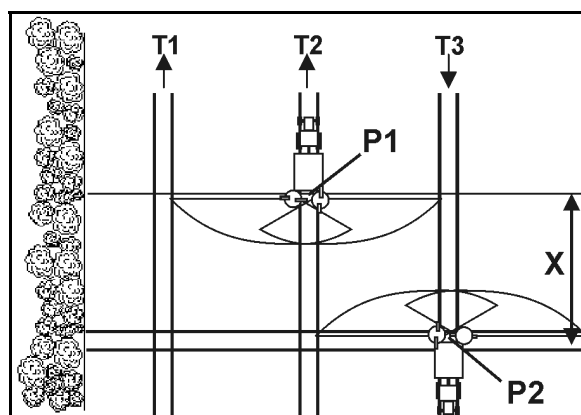

図 73
- トラムラインでポイント P1 (図 73) に到達した後、散布ディスクと枕地のトラムラインの距離が X である場合、シャッターを開きます。
- 散布ディスクが枕地の最初のトラムラインの高さにある場合には、ポイント P2 (図 73) でトラムラインから出る前にシャッターを閉じます。